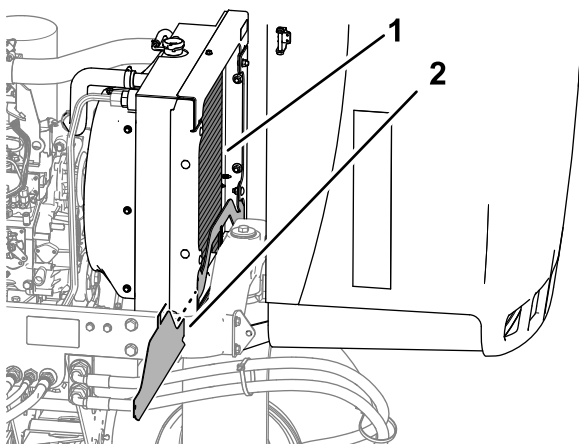

Figura 74
4. Rimuovete il carter del radiatore inferiore (Figura 74).
5. Pulite accuratamente con acqua o aria compressa entrambi i lati dell'area del radiatore (Figura 74).